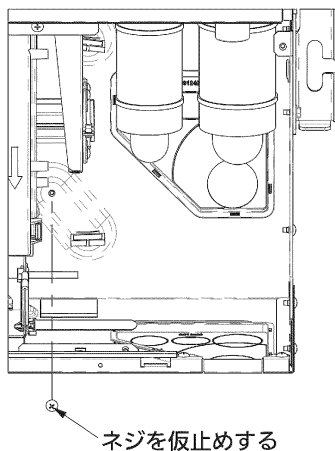

図7
- ① 室内ユニットの天井面に、付属品のネジ(1個)を仮止めしてください。(図7, 図8)
- ② ドレンアップキット(本体)を室内ユニットに取り付けます。